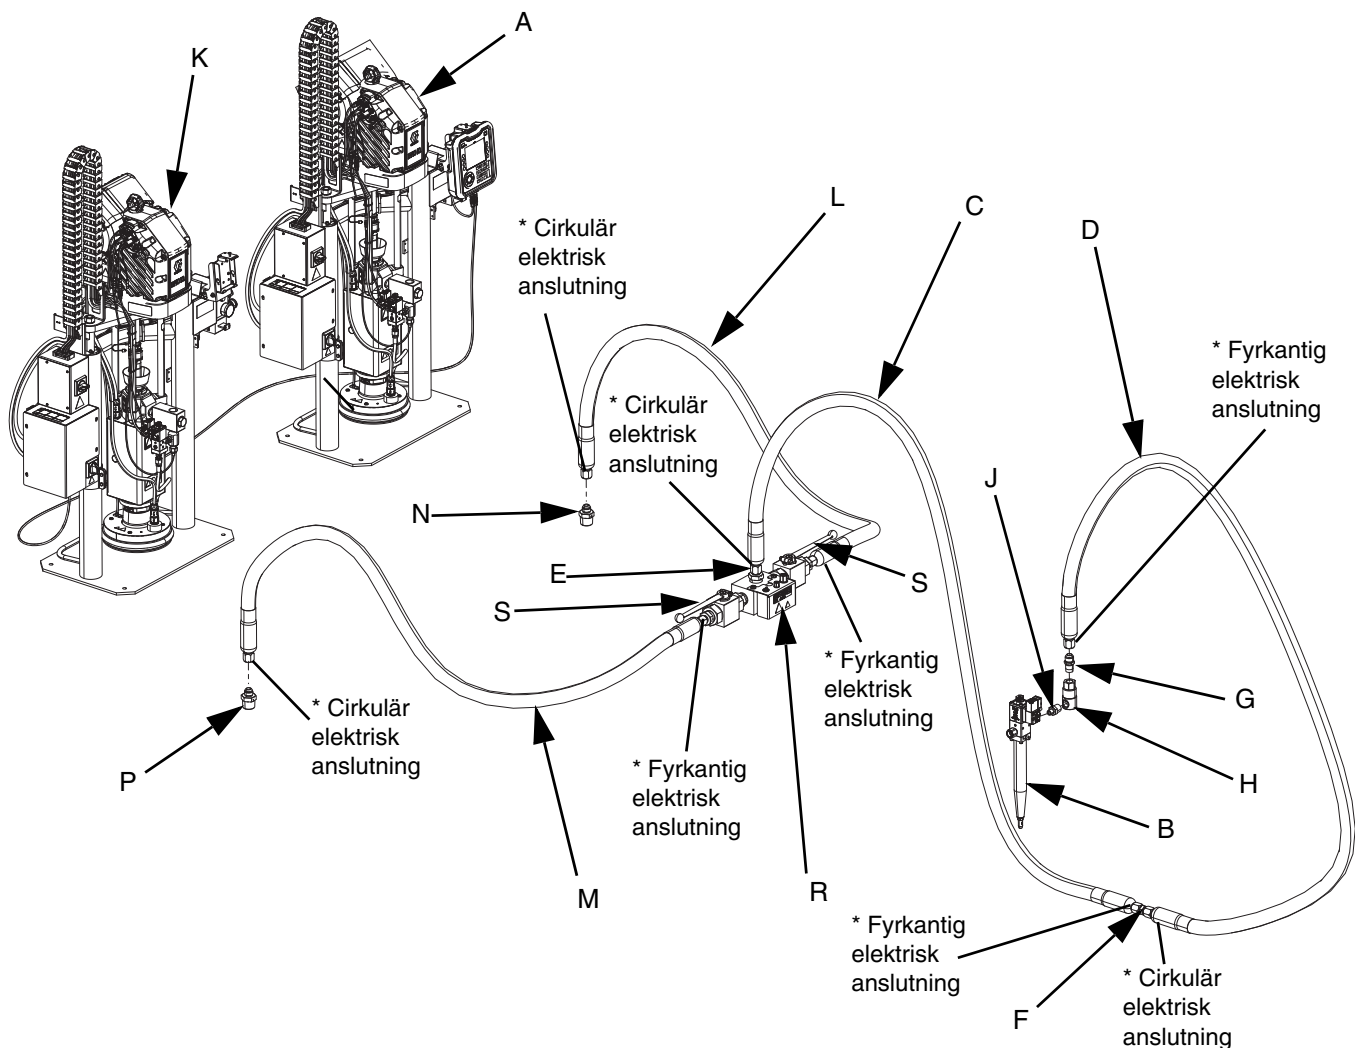

Fig. 2: Dubbelt E-Flo iQ-utmatningssystem
OBS: FIG. 2 visar en typisk E-Flo iQ-utmatningssystem-installation med dubbel iQ-tryckmatare, slangar, anslutningar och en iQ-utmatningsventil. Vissa installationer fordrar ingen matningsslang 2 (D) till iQ-utmatningsventil (B) beroende på systemets behov.